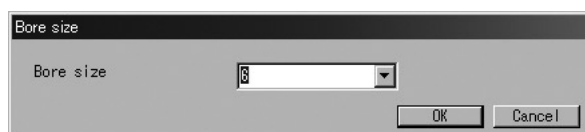

図57
- ① 画面上部メニューの「Setup(S)」をクリックし、「Charize sensor」のドロップダウンリストの中から「Bore size」を選び再度クリックします。
- ② 図57のようなメッセージボックスが現れます。ここでは口径を設定します。